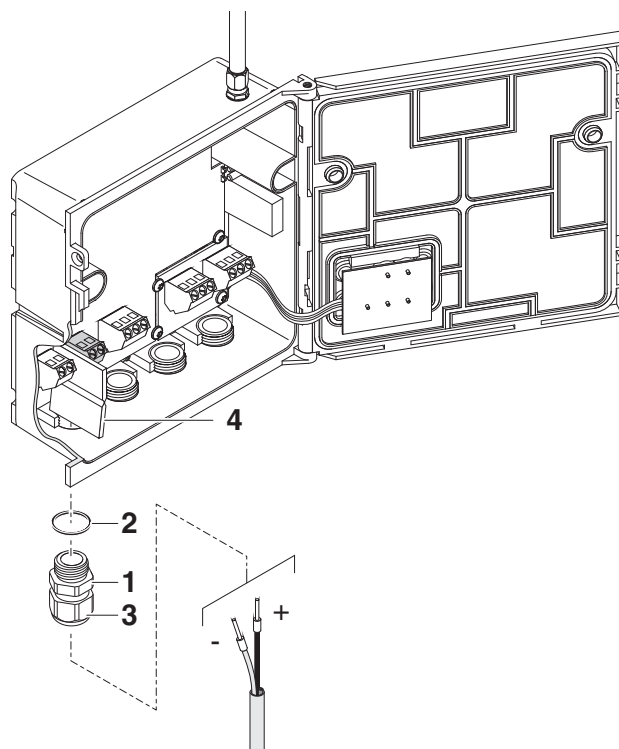

Fig. 3-11 Inserción de la línea de 24 V CC.
- 5 Enrosque un casquillo prensacables (pos. 1 en Fig. 3-11) con anillo de estanqueidad (pos. 2) en la caja debajo de la conexión de alimentación.
- 6 Afloje el anillo de acoplamiento (pos. 3).
- 7 Introduzca la línea de 24 V DC a través del casquillo prensacables en la caja. Al hacerlo, doble el divisor flexible (pos. 4) hacia la izquierda.